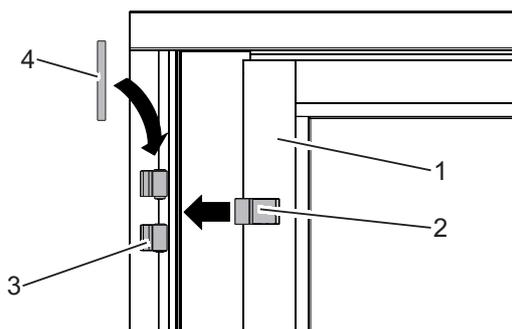
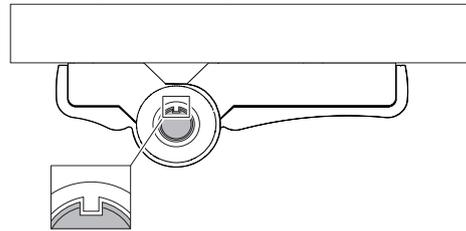

Fig. 17: Placer la porte à simple action dans les paumelles
Fig. 18: Placement de goupille de paumelle
- Placer la porte à simple action (Fig. 17/1) (Fig. 17/2) dans les paumelles (Fig. 17/3).
- Placer les goupilles de paumelles (Fig. 17/4). La rainure et l'élément en saillie doivent s'engrener (Fig. 18). Tourner légèrement, le cas échéant, la goupille de paumelle.